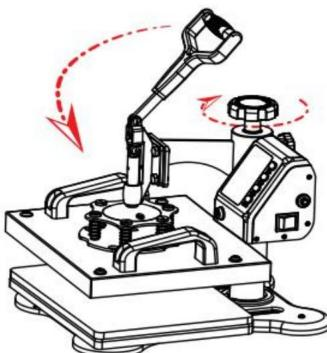

Fig 8
7. Tournez le volant et essayez d'appuyer plusieurs fois sur la poignée jusqu'à ce que il est réglé à la pression appropriée (comme indiqué sur la figure 8).